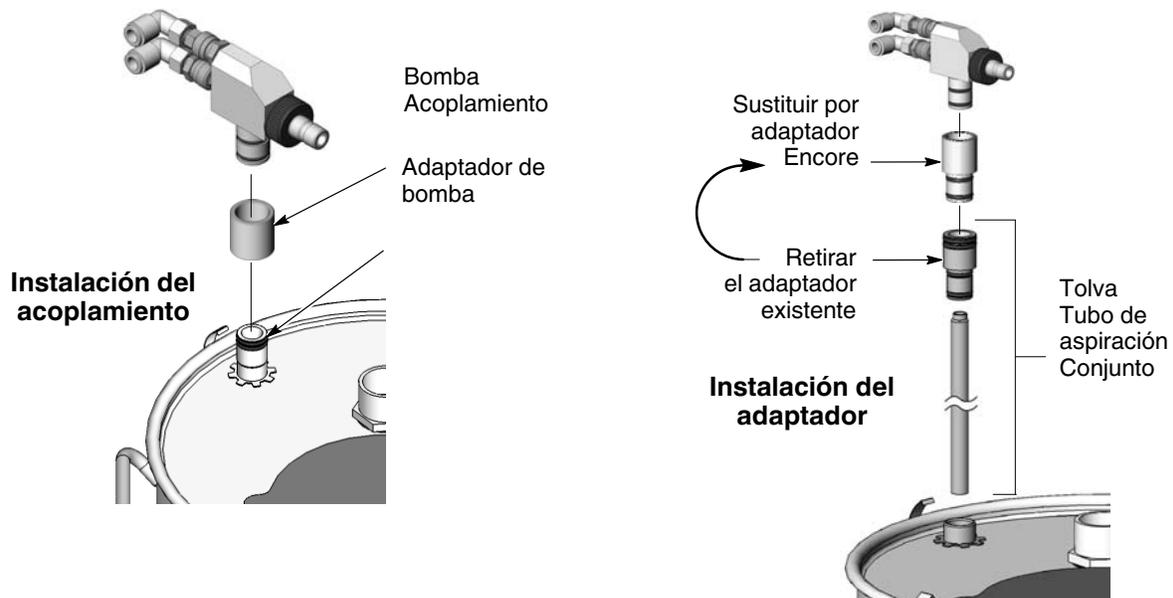

Figura 3-8 Montaje de la bomba con kit de adaptador o acoplamiento en tolvas HR o NHR
1. Ver la figura 3-8. Extraer el tubo de aspiración del montaje de la bomba en la tapa de la tolva, y posteriormente desatornillar el adaptador existente del tubo de aspiración.
Ver la figura 3-8. El acoplamiento permite emplear el adaptador de bomba existente. Instalar el acoplamiento de la bomba en el soporte de la bomba existente con un ligero movimiento de giro y, posteriormente, instalar la bomba dentro del acoplamiento con el mismo movimiento.